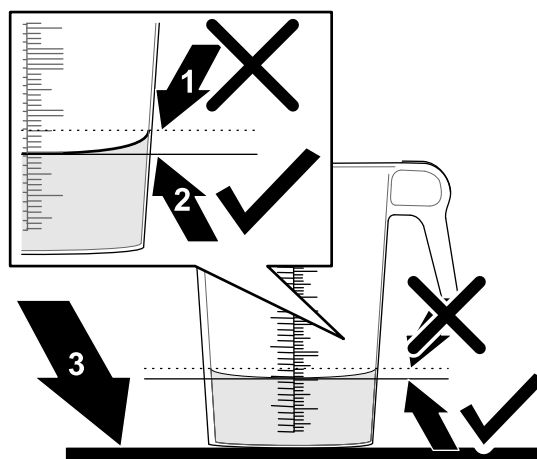

Figure 42
- Placez le récipient gradué sur une surface plane et horizontale, et notez le volume de liquide (Figure 42).